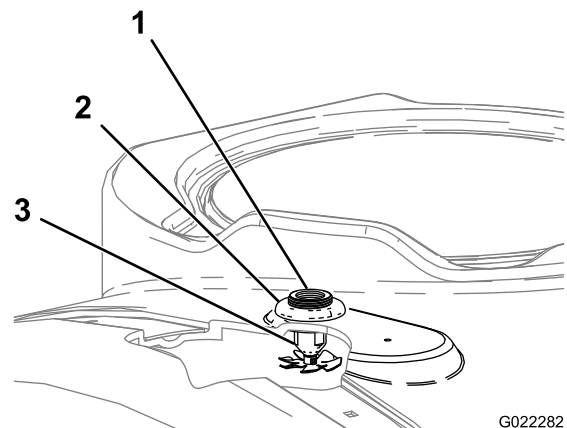

Bild 8
- Stecken Sie die Düse durch die gebohrten Löcher (Bild 8).
- Legen Sie die Kunststoffmutter auf das Gewinde des Schotts oben am Behälter (Bild 8).